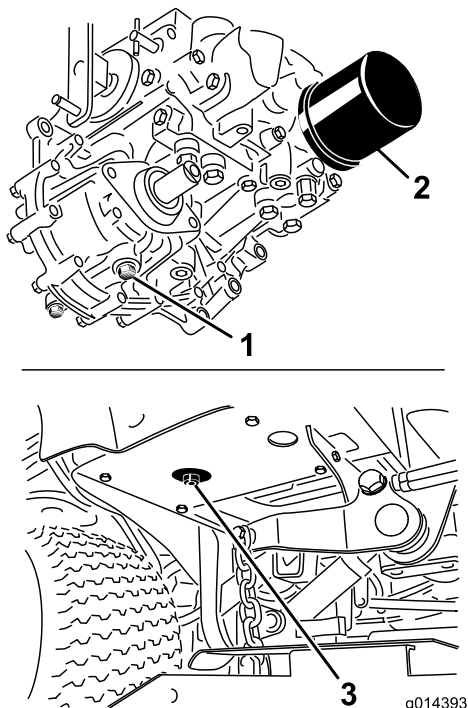

Figura 51
3. Coloque um recipiente grande sob o reservatório hidráulico e cárter da transmissão e retire os buijões, drenando todo o fluido hidráulico (Figura 51).
4. Limpe a zona em redor do filtro de fluido hidráulico e retire o filtro (Figura 51).